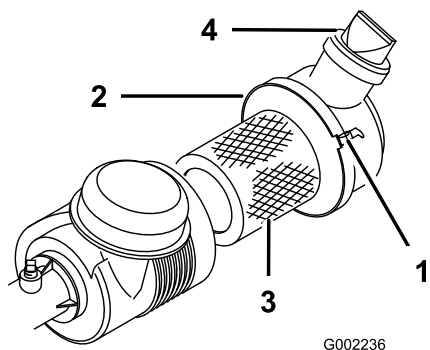

Figure 38
Recherchez sur le corps du filtre à air les dégâts susceptibles d'occasionner des fuites d'air. Vérifiez que le capuchon anti-poussière est bien serré sur le filtre à air. Remplacez le corps du filtre s'il est endommagé. Pressez la valve (Figure 38) avant chaque utilisation pour éliminer la poussière et les débris. Faites l'entretien du filtre à air toutes les 100 heures.
3. Desserrez la fixation qui maintient le couvercle du filtre à air sur le corps (Figure 38) et séparez le couvercle du corps.
7. Serrez les fixations (Figure 38).
4. Montez le couvercle en dirigeant la valve vers le bas, et serrez les fixations (Figure 38).